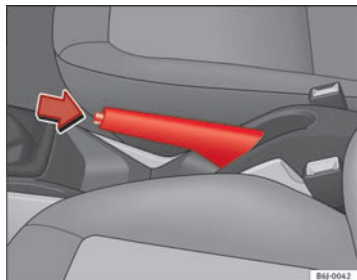

Fig. 111 Håndbremse mellem forsæderne
- Træk håndbremsearmen helt op ⇒ Fig. 111.
- Træk håndbremsearmen et stykke opad, tryk låseknappen i pilens retning ⇒ Fig. 111, og før håndbremsearmen helt ned ⇒ ⚠.